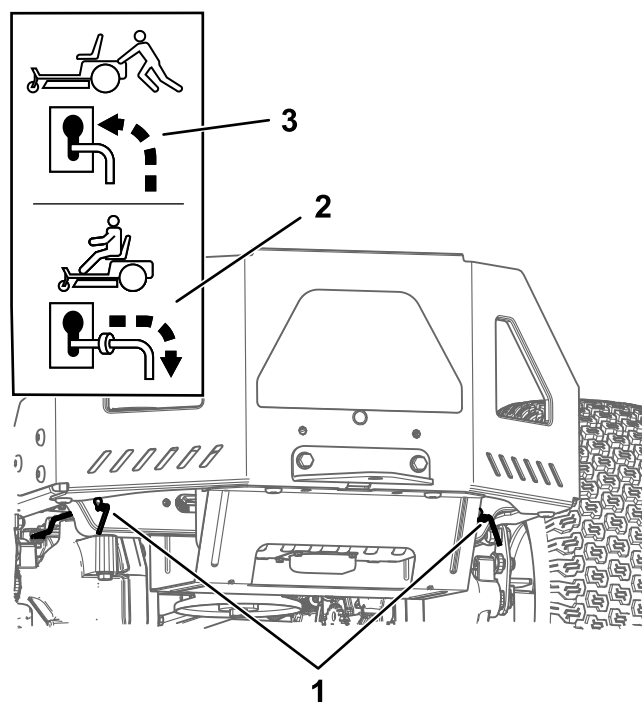

Figura 31
4. Deplasai ambele manete de bypass spre față și în jos prin orificiu pentru a le bloca (Figura 31).